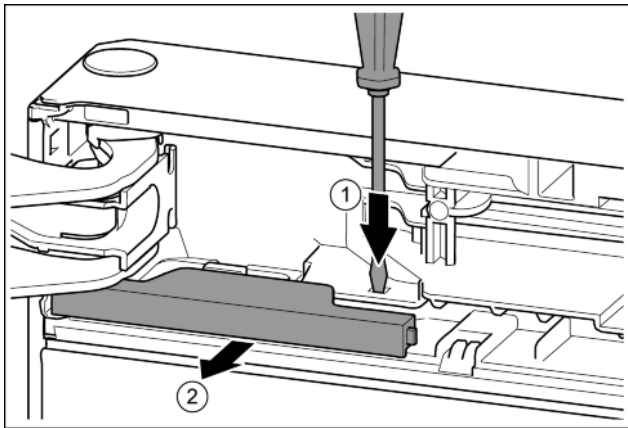

Fig. 11
- ▶ Pousser la languette avec un tournevis plat. Fig. 11 (1)
- ▶ Sortir le cache de l'encliquetage. Fig. 11 (2)